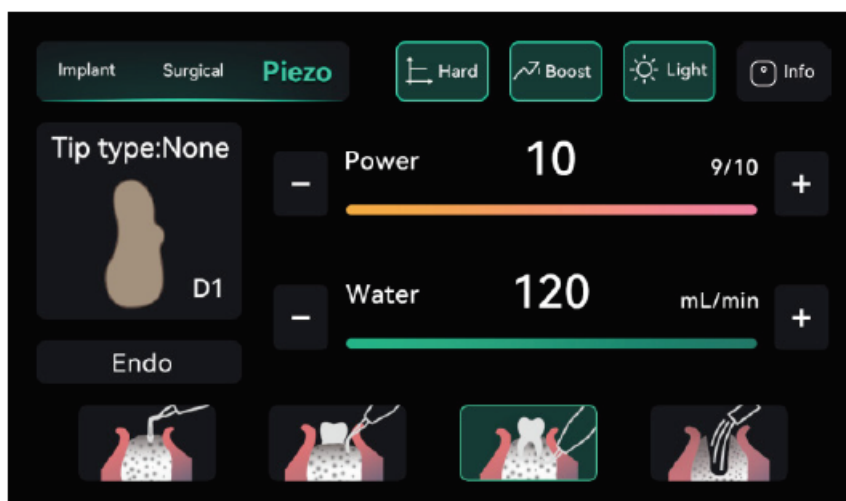

Рис.9
Как показано на Рис.9, при выборе режима «Endo» в зеленой рамке устройство находится в эндодонтическом режиме. В этом режиме функциональные кнопки аналогичны режиму резки кости.
7.1.2.3 Функция Endo (Рис.9)